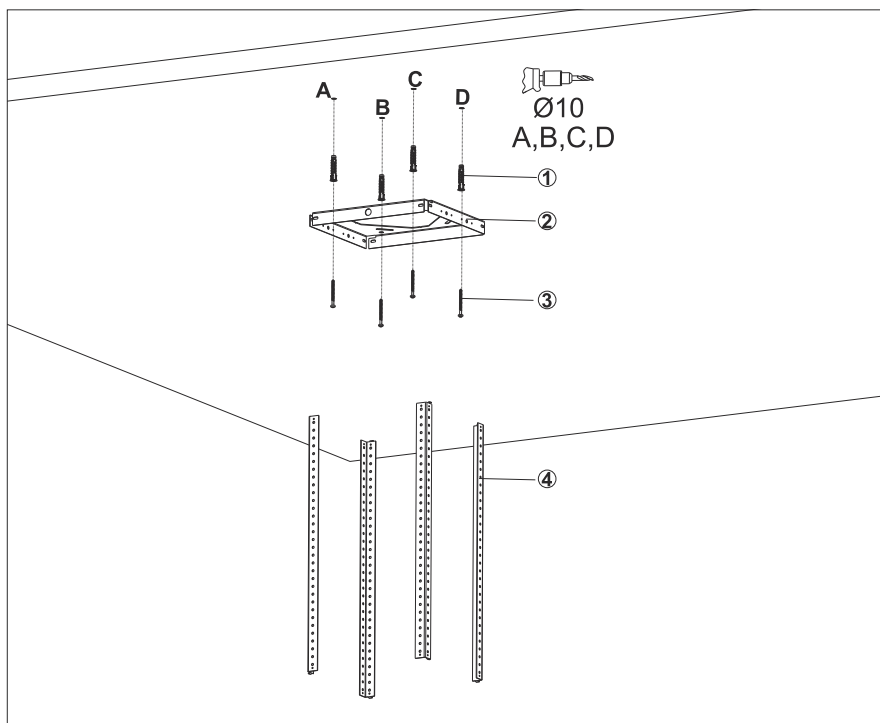

Fig. 7
1. ➤ Markera A, B, C och D i taket där takplattan ska monteras och borra Ø10mm hål (Fig. 7).
2. ➤ Tryck i Ø10mm pluggar i A, B, C och D (Fig. 7).
3. ➤ Montera takplattan i taket genom att skruva fast den med 4 st 5,5x60 skruvar på A, B, C och D (Fig. 7).